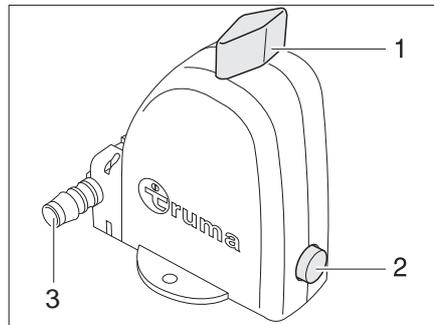

Bild 224 Sicherheits-/Ablassventil des Boilers - Stellung Betrieb
Der Boiler ist mit einem Sicherheits-/Ablassventil (Bild 224) ausgestattet. Das Sicherheits-/Ablassventil verhindert, dass das Wasser im Boiler einfriert, wenn bei Frost die Heizung nicht eingeschaltet ist.
- ▷ Der Entleerungsstutzen (Bild 224,3) des Sicherheits-/Ablassventils muss immer frei von Verschmutzungen (z. B. Laub, Eis) sein.
- Drehknopf (Bild 224,1) 90° längs zum Sicherheits-/Ablassventil drehen. Der Druckknopf (Bild 224,2) springt heraus. Der Boiler wird über den Entleerungsstutzen (Bild 224,3) des Sicherheits-/Ablassventils nach außen entleert.
- Drehknopf (Bild 224,1) 90° quer zum Sicherheits-/Ablassventil drehen.
- Druckknopf (Bild 224,2) eindrücken.